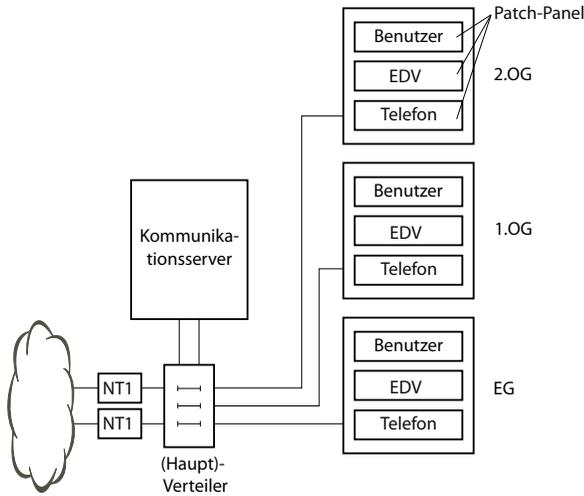
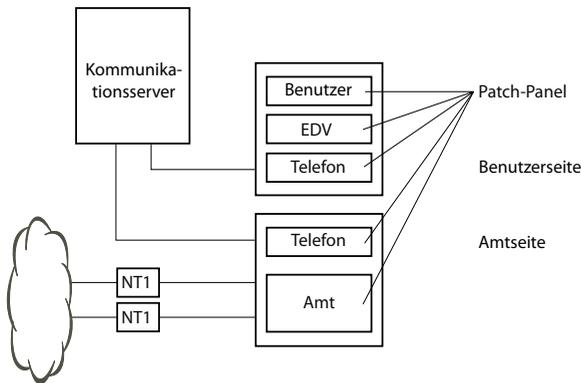

Fig. 28 Anschluss an UGV über (Haupt-)Verteiler (Beispiel)
Fig. 29 Anschluss an UGV über Wiring Center (Beispiel)
- Indirektanschluss über (Haupt)-Verteiler und ev. universelle Gebäudeverkabelung (UGV) (siehe auch Fig. 28 und Fig. 29).